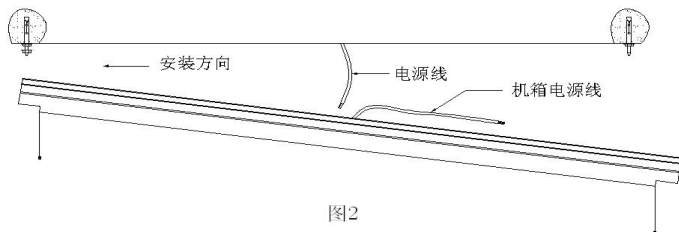

图2
5. 拆下两端的端盖，小心托起主机，按图 2 所示，将主机一端插在两个膨胀螺丝的垫片上，接着托起另一端把垫片及螺母装上锁紧，然后，再把第一端的螺母拧紧。